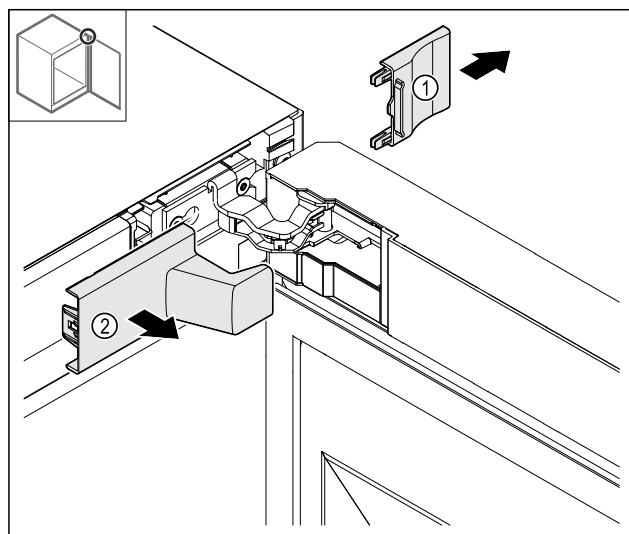

Fig. 8
▶ Снимите сначала крышку Fig. 8 (1), а затем Fig. 8 (2).